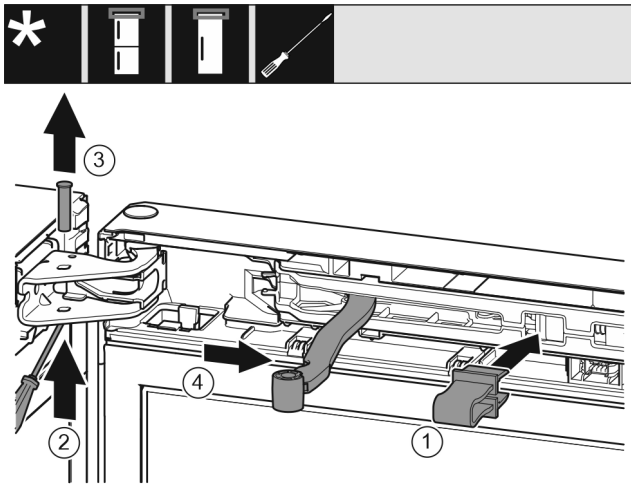

Fig. 6
- Fixați în poziție siguranța în deschizătură. Fig. 6 (1)
- Extrageți bolțul cu șurubelnița. Fig. 6 (2)
- Extrageți în sus bolțul. Fig. 6 (3)
- Rotiți articulația în direcția ușii. Fig. 6 (4)